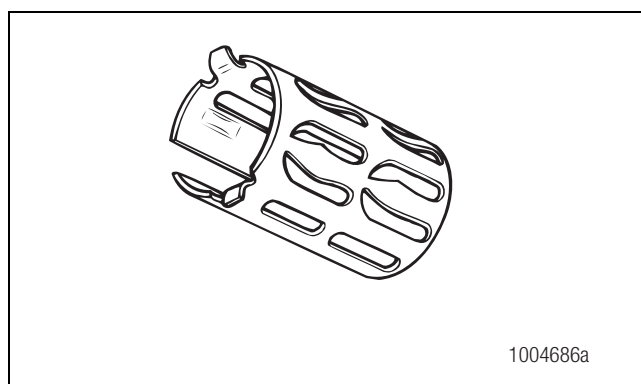

Figura 1.6
- Mantiene el sensor de velocidad de la rueda a una distancia muy cercana de la rueda dentada. Figura 1.6.